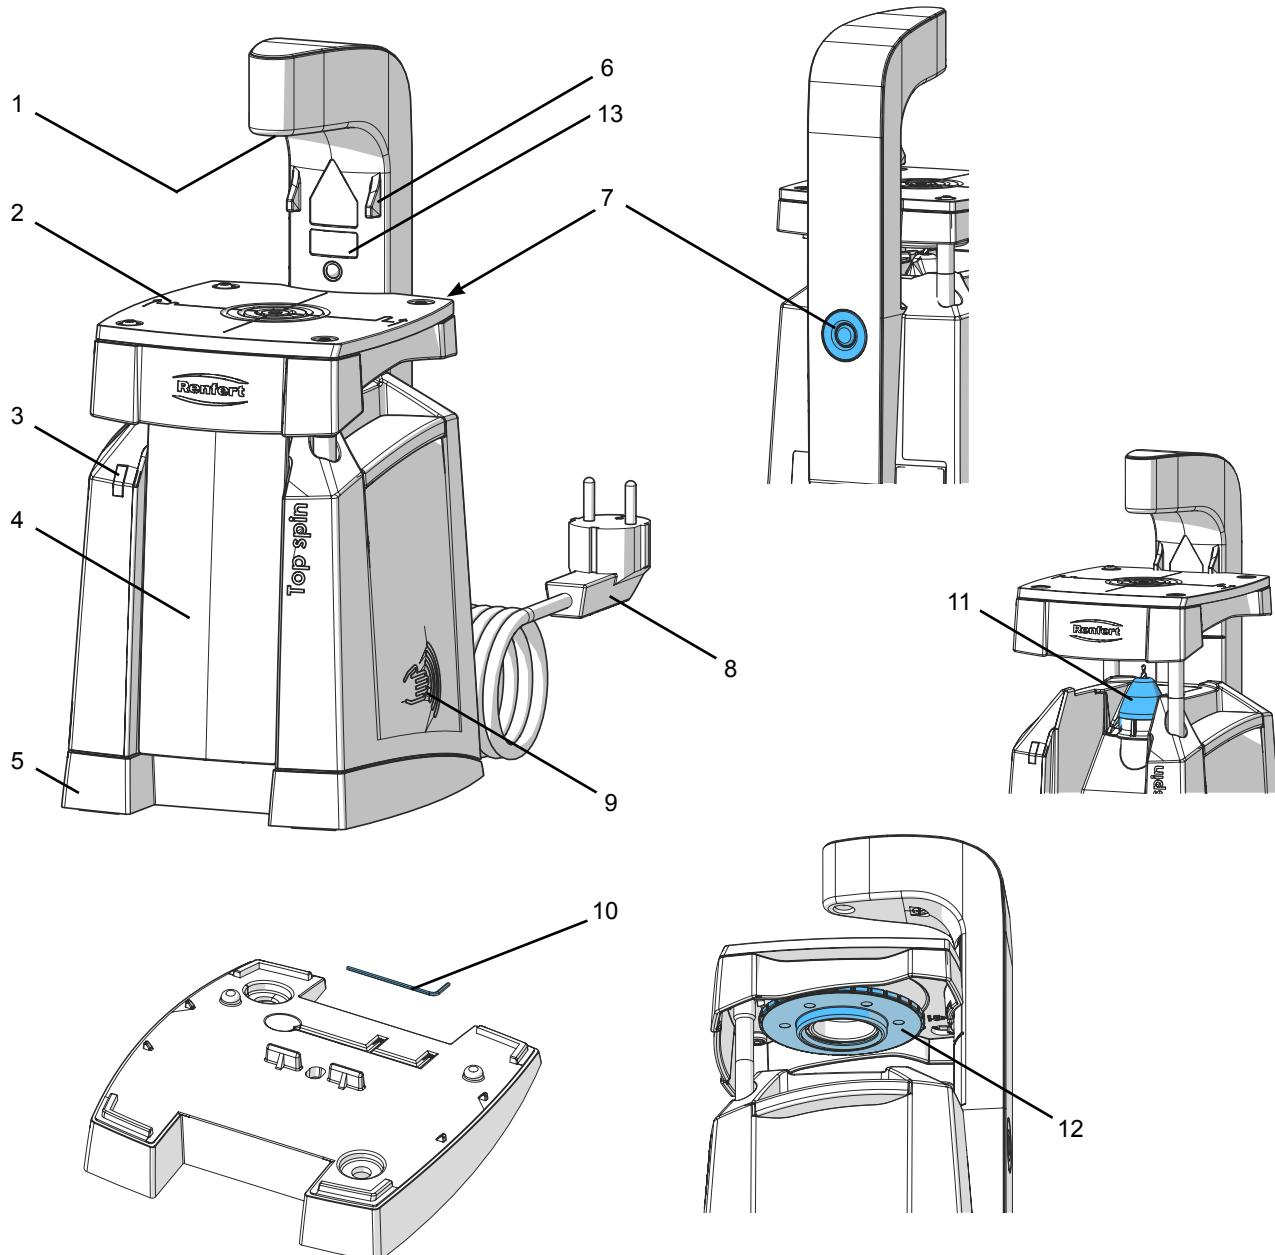

Fig. 1
- ⇒ Retire o adesivo da advertência do perigo laser em sua língua nacional do conjunto é fixa o aviso em sua língua sobre o aviso existente (13, Fig.1).
⇒ Posicionar a arcada dentária sobre a mesa de perfuração (2, fig. 1) e alinhá-la sob o apontador laser (1, fig. 1).
- ⇒ Puxar a mesa de perfuração (2) para cima até ao batente (6).
- ⇒ Soltar a poeira depositada com um pincel ou batendo ligeiramente no recipiente para poeira (4, fig. 1) e retirar o recipiente puxando-o para a frente pela borda inferior.
- ⇒ Tirar a cobertura de proteção contra poeira (11, fig. 1).
- ⇒ Pressionar o travamento do fuso (7, fig. 1) e rodar a porca tensora (22) até o travamento do fuso encaixar.